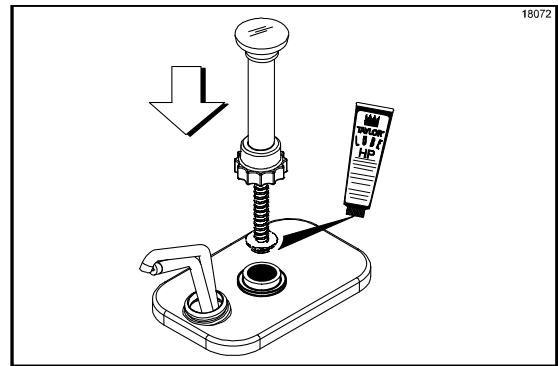

Abbildung 95
14. Dichtungseinheit schmieren und Kolbeneinheit in die Zylinderöffnung im Pumpenkörper einsetzen. (Siehe Abbildung 95.)